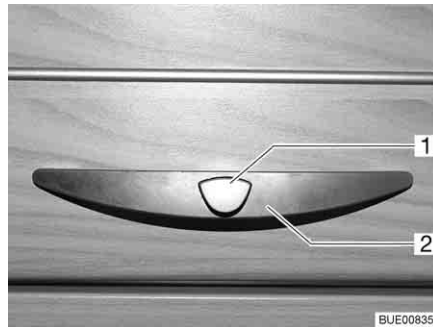
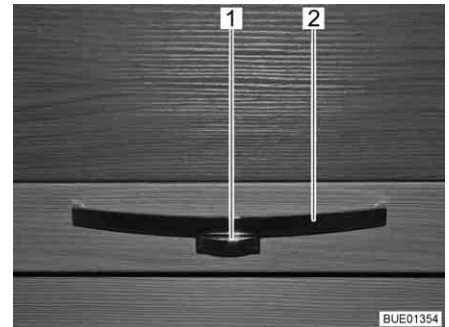

Bild 56 Skåplucka med handtag (exempel)
Bild 57 Skåplucka med handtag (exempel)
- Tryck på låsknappen (Bild 56,1 eller Bild 57,1) på handtaget (Bild 56,2 eller Bild 57,2) och håll den nedtryckt.